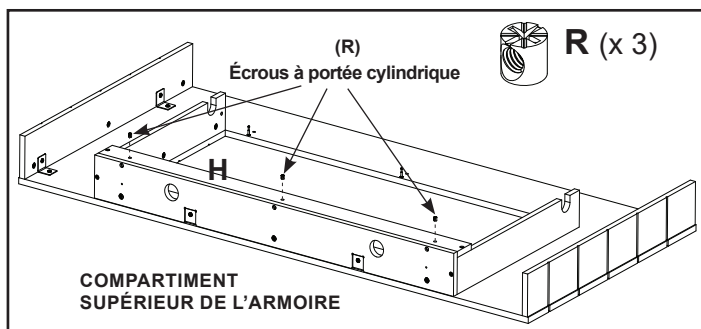

Figure 20
- Installez trois (3) écrous à portée cylindrique (R) dans la pièce « H » en tenant compte du sens des flèches tel qu'indiqué à la page 2 et sur la Figure 20.